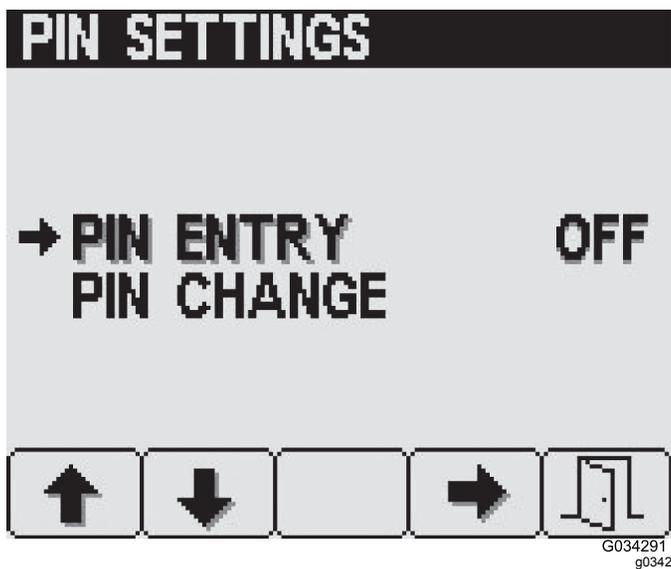

Bild 33
3. Drücken Sie auf dem Bildschirm „PIN Settings“ Taste 4, um „PIN-Eingabe“ auszuwählen und die PIN-Option zu AKTIVIEREN oder zu DEAKTIVIEREN (Bild 33).